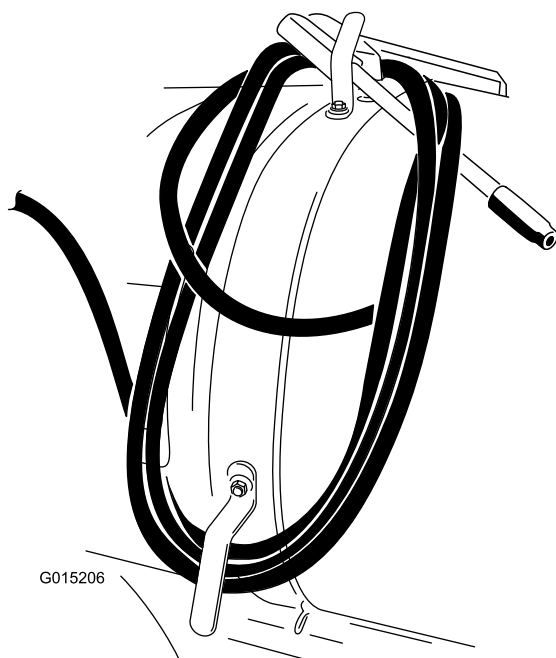

Figura 12
3. Enrolle la manguera en los ganchos del depósito y sujete la pistola según se muestra en Figura 12.